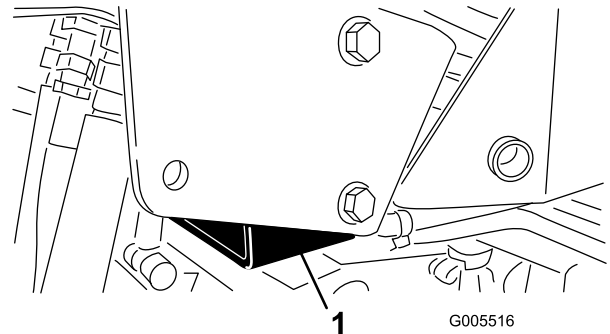

Figura 37
- Lado direito - debaixo do suporte de apoio do sistema de protecção anti-capotamento (ROPS) (Figura 37)